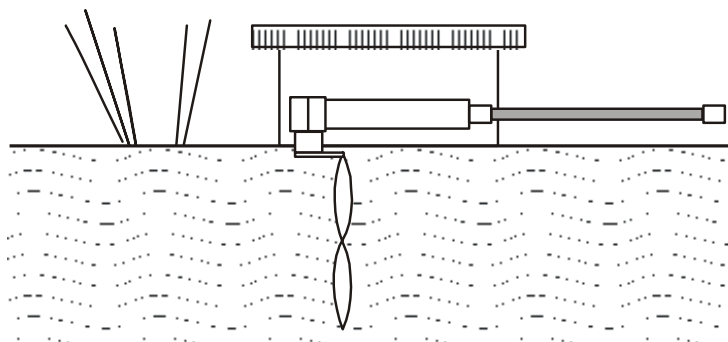

Рисунок 3
2.3.4 При установке изделия на поверхности грунта с КМЧ (рисунок 3), расчистить место в соответствии с 2.3.3. Установить на изделие КМЧ и, надавливая на изделие сверху, прижать его к поверхности земли, учитывая, что корпус изделия будет вращаться вокруг оси КМЧ. Присыпать изделие и часть кабеля грунтом.